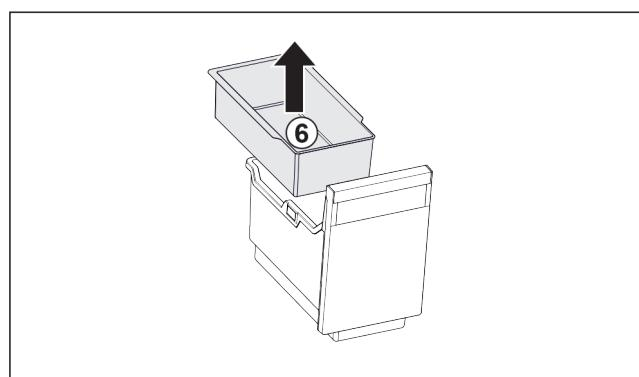

Fig. 19
- ▶ Извлеките Fig. 19 (6) подвесной лоток.